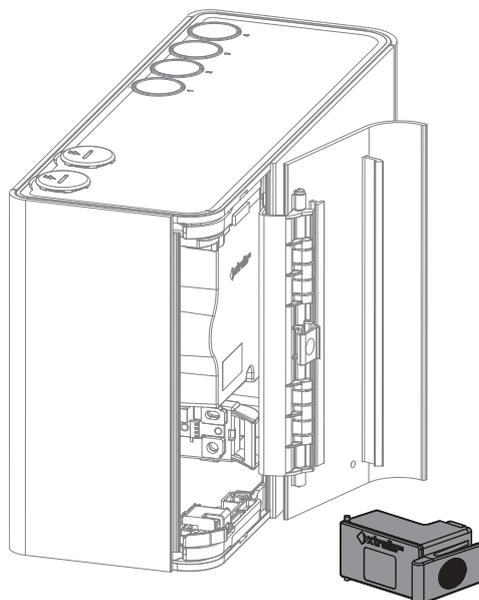

Figura 7-4: Extraiga el filtro
- Levante el filtro para sacarlo de la caja del detector (Figura 7-4).